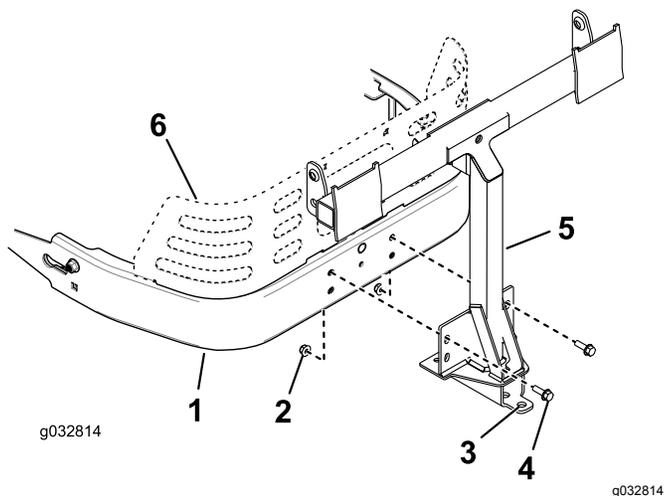

Figura 15
1. Instale el bastidor de giro en el bastidor de la máquina según se muestra en Figura 15. Sujete el bastidor de giro al bastidor de la máquina usando 2 pernos (5/16" x 1") y 2 contratuercas (5/16").